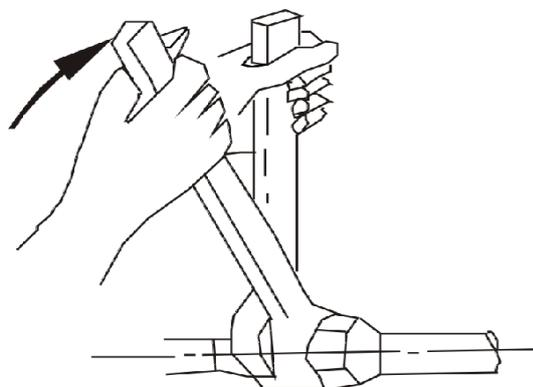

Рисунок 8. Принципиальная схема прокладки водопроводной трубы
- ◆ При подключении впускной и выпускной труб, два трубных ключа должны быть использованы для зажима двух частей трубы, которые должны быть подключены, чтобы гарантировать, что блок, впускные и выпускные трубы не вращаются. (См. Рисунок 8)